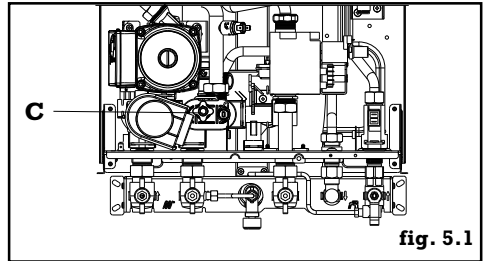

fig. 5.1
- dévisser le robinet de vidange de la chaudière **C** (fig. 5.1) pour évacuer l'eau à l'extérieur de la chaudière.